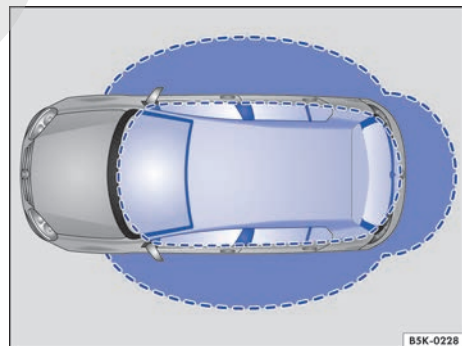

Fig. 59 Sistema de cierre y arranque sin llave Keyless Access: zonas de proximidad.
Keyless Access es un sistema de cierre y arranque sin llave con el que se puede desbloquear y bloquear el vehículo sin utilizar activamente la llave del mismo. Para ello solo hace falta que haya una llave del vehículo válida en alguna zona de proximidad → fig. 59 del vehículo y tocar una de las superficies sensoras de las manillas de las puertas delanteras → fig. 60 o accionar el emblema de Volkswagen del portón del maletero → pág. 89 → ①.
Si se encuentra una llave válida en una de las zonas de proximidad → fig. 59, el sistema de cierre y arranque sin llave Keyless Access le otorga a dicha llave derechos de acceso en cuanto se toca la superficie sensora correspondiente de la manilla de la puerta del conductor o del acompañante, o cuando se acciona el emblema de Volkswagen del portón del maletero. A continuación son posibles las siguientes funciones sin tener que utilizar activamente la llave del vehículo:
Cuando el vehículo está bloqueado, el portón del maletero se desbloquea automáticamente al abrirlo si en su zona de proximidad → fig. 59 se encuentra una llave del vehículo válida. ▶